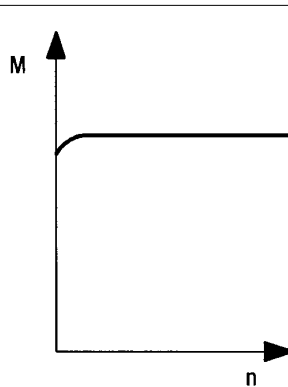

Fig. 3
Für viele Einsatzfälle sind Magnetpulverbremsen erforderlich. Setzt man den Außenrotor fest, entsteht aus einer Kupplung eine Bremse. Bei feststehendem Außenrotor sind die Schleifringe zur Stromzufuhr nicht nötig. Die Stromzufuhr erfolgt über Flachzungenstecker am Außenrotor. Nach diesem Prinzip sind magneta-Magnetpulverbremsen aufgebaut (Fig. 3).
In many cases, the use of magnetic particle brakes is necessary. If the external rotor is fixed, the clutch operates as a brake. If the external rotor is fixed, slip ring are not required for the power input. The power input is effected by spade connectors on the external rotor. This is the principle of all magneta magnetic particle brakes (Fig. 3).
Les freins à poudre magnétique se prêtent à de nombreuses applications. Si l'on immobilise le rotor extérieur, l'embrayage se transforme en frein. Lorsque le rotor extérieur est immobilisé, les bagues collectrices destinées à l'apport de courant s'avèrent superflues. L'apport de courant se fait à l'aide d'une fiche plate de raccordement au niveau du rotor extérieur. Les freins à poudre magnétique magneta obéissent à ce principe de construction (fig.3).
- M unabhängig von der Drehzahl einstellbar (Fig. 3)
- M adjustable independently of torque (fig. 3)
- M réglable indépendamment de la vitesse (fig. 3)